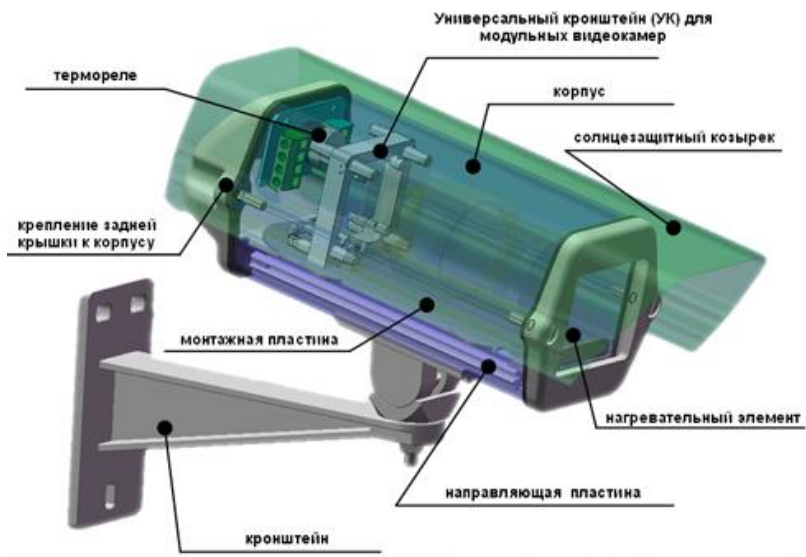

Рисунок 1 - Состав телевизионной камеры
- b) Отвинтите 2 винта крепления задней крышки к корпусу (см. рис. 1);